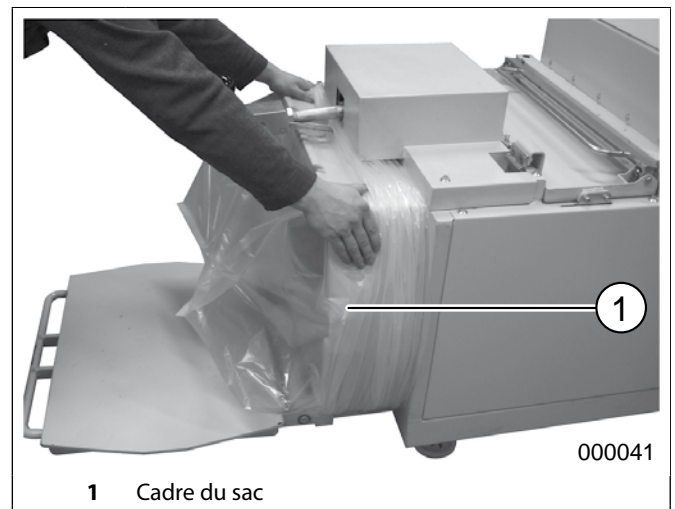

fig. 20 Nouveau sac en plastiques
Si la balle doit être ficelée, il faut tirer la bande à l'intérieur de la chambre de compactage comme décrit sous la rubrique « Déploiement de la bande pour de nouvelles balles », p. 40, avant d'enfiler le sac sur son cadre (fig. 20) (ne s'applique pas dans le cas « C »).
2. Tendre le bord du sac sous le cadre (fig. 20) puis faire glisser progressivement le sac sur son cadre jusqu'au bout.